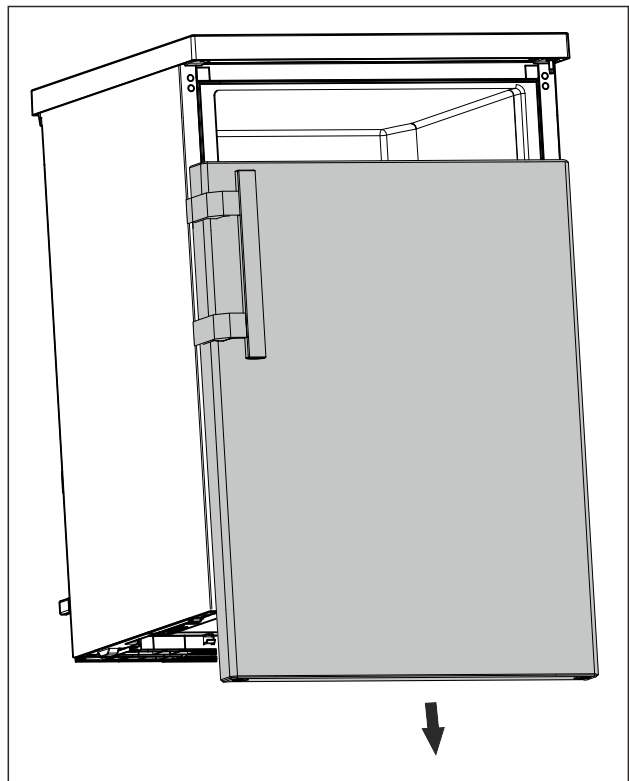

Fig. 17
- ▶ Свалете вратата надолу. (виж Fig. 17)